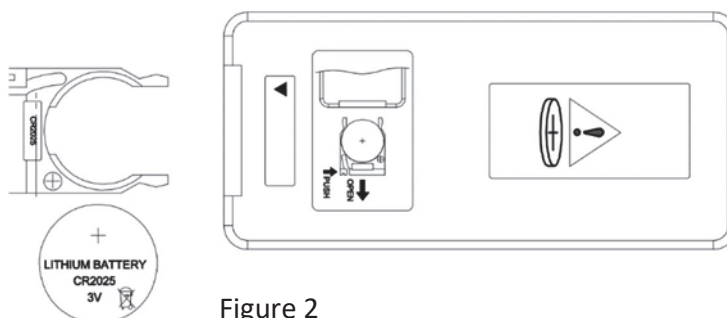

Figure 2
2. La référence de la pile est CR2025. La batterie a deux côtés : l'un comprend un bouton et l'autre est plat. (Figure 2)